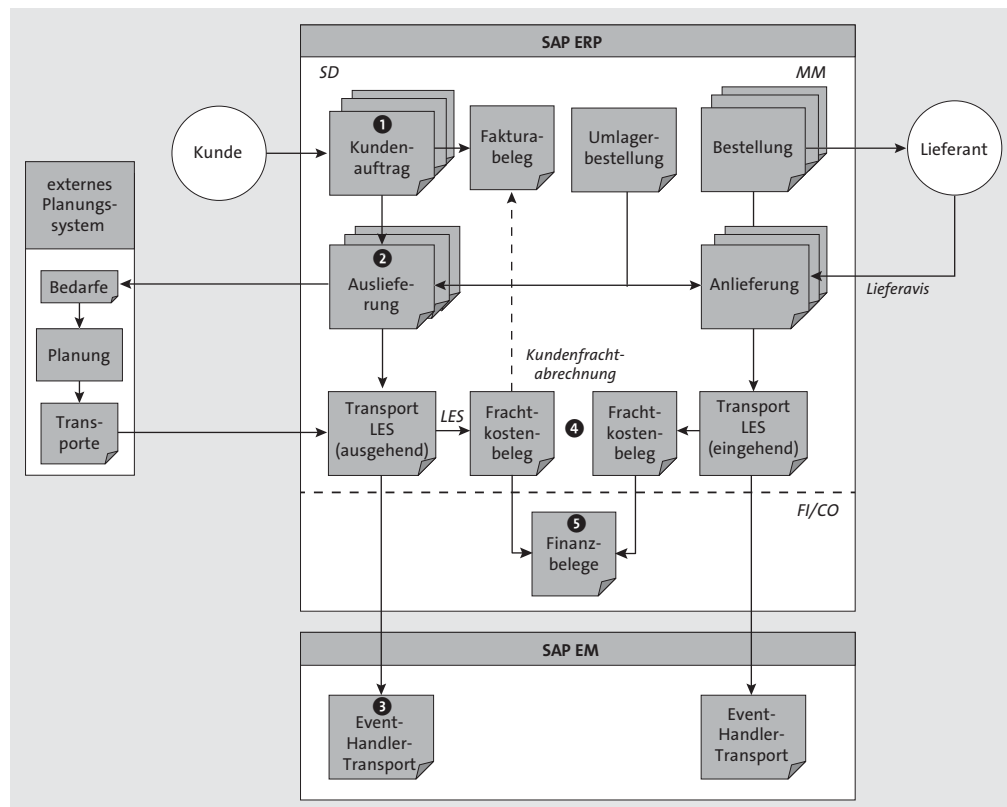

Abbildung 6.5 SAP-ERP-Transportprozesse für Kundenauftrag und Bestellung
Die klassische SAP-Transportlösung für Verlager, die von mehr als 2.000 SAP-Kunden weltweit eingesetzt wird, ist die Transportabwicklung mit der ERP-Komponente *Logistics Execution System (LES)*. Diese Komponente unterstützt Transporte sowohl von auszuliefernden als auch von abzuholenden wie auch von umzulagernden Gütern. In Abbildung 6.5 erhalten Sie einen Überblick über diese Transportlösung. Der Standardabwicklungsprozess für Transporte von verkauften Waren beginnt mit dem vom Kunden initiierten Kundenauftrag (siehe ❶ in Abbildung 6.5). Der Kundenauftrag dokumentiert die verkauften und zu transportierenden Waren, die aus einem oder mehreren Werken geliefert werden müssen. Auf Basis des Kundenauftrags werden eine oder mehrere Auslieferungen erstellt (Distribution/Versand) ❷. Durch manuelle oder regelbasierte Planung können Sie anschließend Transporte bilden, die eine oder mehrere Auslieferungen ent-
Die Transportabwicklung in SAP ERP bietet Ihnen zur Transportplanung die Möglichkeit der manuellen oder regelbasierten Disposition. Eine Optimierung im Sinne der kürzesten Route, der besten Fahrzeugnutzung oder der niedrigsten Kosten ist damit nicht möglich. Zu diesem Zweck können Sie jedoch über die *Standardschnittstelle für externe Transportplanungssysteme* (SD-TPS) ein externes Planungssystem anbinden (siehe dazu auch Abbildung 6.5). Auslieferungen und Anlieferungen werden gemäß einer Selektion oder nach voreingestellten Regeln in ein oder mehrere spezialisierte, externe Transportplanungssysteme verteilt. Es ist z. B. möglich, ein Planungssystem für den Straßentransport in Deutschland und ein Planungssystem für europaweite Bahntransporte anzubinden und mit den jeweils relevanten Lieferbelegen zu versorgen. Die in den externen Pla-